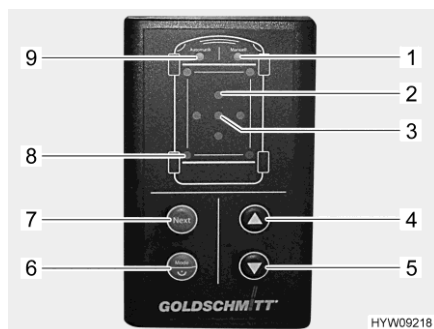

Fig. 44 Elemento di comando (piedini di stazionamento idraulici)
Quando la pendenza del veicolo è troppo elevata, il LED rosso "Inclinazione" (Fig. 44,2) lampeggia. Scegliere posizioni di sosta idonee; qualora non siano adatte, l'utilizzo dei piedini di stazionamento è a proprio rischio e pericolo.
Se a causa di un avvallamento del terreno viene raggiunta la lunghezza massima di uno dei piedini di stazionamento estratti, i LED "Funzionamento manuale" (Fig. 44,1) e "Modalità automatica" (Fig. 44,9) lampeggiano tre volte. In tal caso, chiudere i piedini di stazionamento, posizionare un supporto sotto il piedino interessato e ripetere la procedura.
- Tenere premuto per più di 1 secondo il tasto "On/Off/modalità di funzionamento" (Fig. 44,6). Dopo l'accensione, viene emesso un segnale acustico e il LED "Modalità automatica" (Fig. 44,9) si attiva.
- Premere brevemente il tasto "On/Off/modalità di funzionamento" (Fig. 44,6). La modalità di funzionamento può essere impostata su funzionamento manuale o modalità automatica. Il LED corrispondente (Fig. 44,1 o Fig. 44,9) si illumina.
- Premere il tasto "Apertura" (Fig. 44,5). La procedura di regolazione viene eseguita autonomamente. I LED "Piedino di stazionamento" (Fig. 44,8) lampeggiano quando i piedini di stazionamento sono in movimento.
Se il veicolo è dotato di puntelli ribaltabili: Il movimento dei piedini di stazionamento si arresta dopo che questi sono stati ribaltati per consentire di posizionare sotto un supporto. Il LED "Modalità automatica" (Fig. 44,9) lampeggia rapidamente.
- Premere di nuovo il tasto "Apertura" (Fig. 44,5). La procedura di regolazione prosegue.
- Premere il tasto "Chiusura" (Fig. 44,4). I piedini di stazionamento si ritraggono completamente. I LED "Piedino di stazionamento" (Fig. 44,8) lampeggiano quando i piedini di stazionamento sono in movimento.
- In modalità automatica, premere brevemente il tasto "On/Off/modalità di funzionamento" (Fig. 44,6). Il LED "Funzionamento manuale" (Fig. 44,1) si illumina.
- Prestare attenzione ai LED "Inclinazione" (Fig. 44,2). Se un LED è illuminato, significa che il veicolo deve essere sollevato in corrispondenza del lato indicato.
- Premere il tasto "Next" (Fig. 44,7) fino a quando viene selezionato il paio di piedini di stazionamento desiderato. I relativi LED "Piedino di stazionamento" (Fig. 44,8) si illuminano.
- Premere il tasto "Chiusura" (Fig. 44,4) o "Apertura" (Fig. 44,5) fino al raggiungimento della posizione desiderata.
- Premere di nuovo il tasto "Next" (Fig. 44,7) fino a quando viene selezionato un altro paio di piedini di stazionamento. Proseguire con la procedura fino al completo allineamento del veicolo. Il veicolo è allineato quando il LED verde "Posizione ok" (Fig. 44,3) si illumina.
- Premere contemporaneamente i tasti "On/Off/modalità di funzionamento" (Fig. 44,6), "Apertura" (Fig. 44,5) e "Chiusura" (Fig. 44,4) e tenerli premuti per 3 secondi.
- Dopo la conferma acustica e l'illuminazione del LED "Posizione ok" (Fig. 44,3), rilasciare i tasti. La posizione viene salvata come Posizione ok.